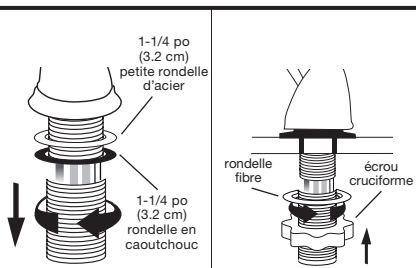

Figure 1
- ☐ Dévissez et retirez l'extension filetée du corps de vanne. **Ne la jetez pas, car vous en aurez besoin plus tard** (Figure 1).